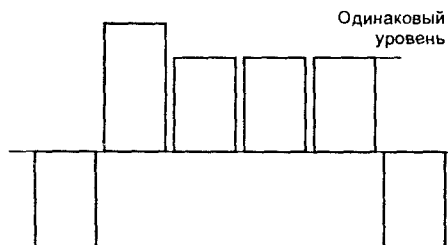

Рис. 14.10
- желтой и красной кнопками на ПДУ добиваются формы сигнала в соответствии с осциллограммой на рис. 14.10;